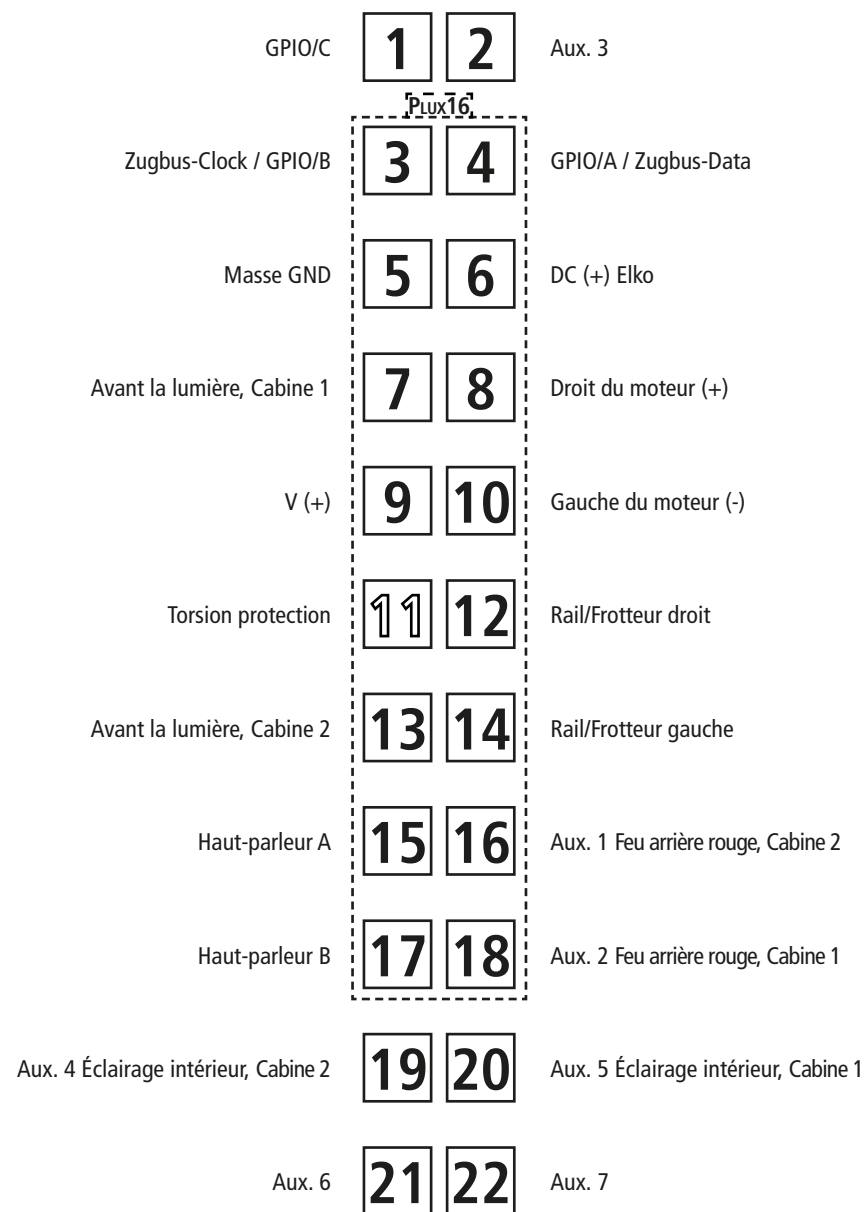
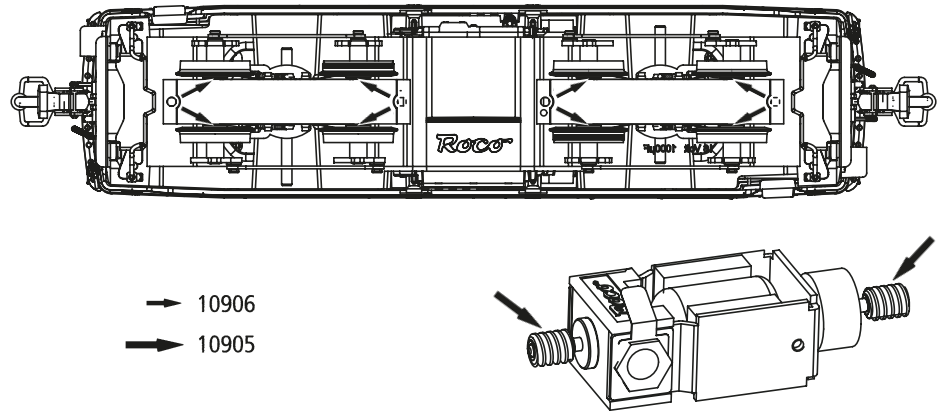

Fig. 5
Fig. 6
**2. Haftreifenwechsel:** Zuerst die Drehgestellblende sowie die Triebstangen abnehmen (Fig. 6). Danach den **Radsatz** herausnehmen und die **Haftreifen** mit einer Nadel od. mit einem feinen Schraubendreher abziehen (Fig. 5). Beim Aufziehen der neuen Haftreifen darauf achten, dass diese sich nicht verdrehen.
**2. Change of traction tyre:** Remove the bogie blind as well as the driving rod (fig. 6). Take out **wheel set** and remove **traction tyre** using a pin or a fine screwdriver (fig. 5). When pressing on the new traction tyre please **avoid twisting it**.
**2. Échange des bandages d'adhérence:** Démontez d'abord **les flancs de bogies** des engrenages ainsi que la tige de conduite (fig. 6). Délogez ensuite les essieux bandagés et enlevez, à l'aide d'une aiguille ou d'un tourne-vis fin, les bandages d'adhérence (fig. 5). Lors du montage des nouveaux bandages veuillez veiller à ce que les bandages **ne soient pas tor-dués**.